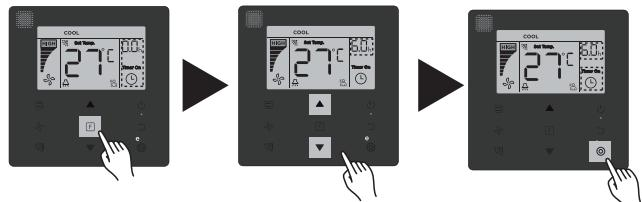

рис. 14.26
- 1) Настройка «Timer On»: нажмите кнопку F, чтобы перейти к настройке «Timer On», на дисплее отобразится «0.0h Time On», и знаки «Time On» будут мигать, затем нажмите кнопку C для перехода настройке таймера. С помощью кнопок и настройте время и нажмите C, чтобы завершить настройку таймера (см. рис. 14.26).